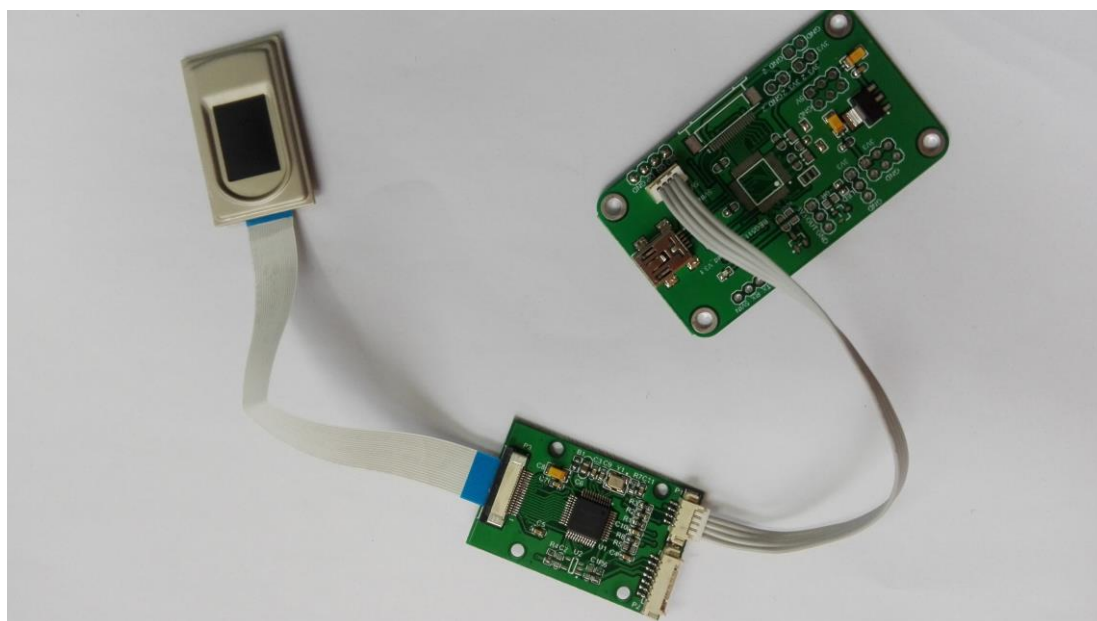

图 4-1 USB 通信方式连接图
- ◆ **USB 方式：** 请参考图 4-1 方式连接模块至 PC 电脑。